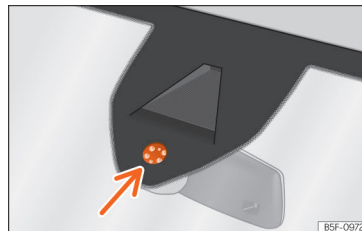

Fig. 100 Superfície sensível do sensor de chuva.
As possíveis causas de anomalias e interpretações erróneas na zona da superfície sensível »» Fig. 100 do sensor de chuva são, entre outras:
- Limpe regularmente a superfície sensível do sensor de chuva e verifique possíveis danos nas escovas »» Fig. 100 [seta].